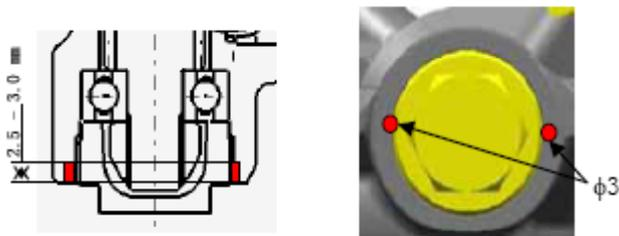

图1
- 1). 要拆下底部螺栓，需要先在冲压铆接部（图1）用 $\phi 3$ 的钻头钻出深约2.5-3.0的孔。